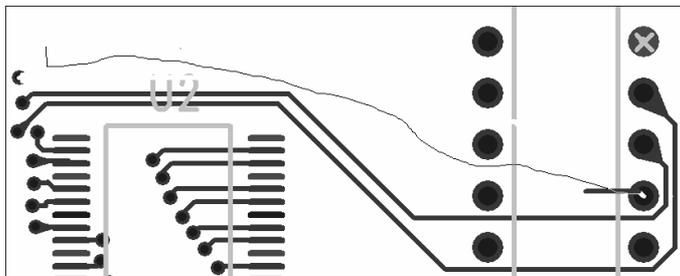

图 11-20 草图布线模式
(2) 单击设计工具栏中的  图标按钮，打开设计工具栏，再单击  图标按钮，进入草图布线模式。
(3) 单击图 11-20 中右侧的焊盘，留下光标移动的轨迹。